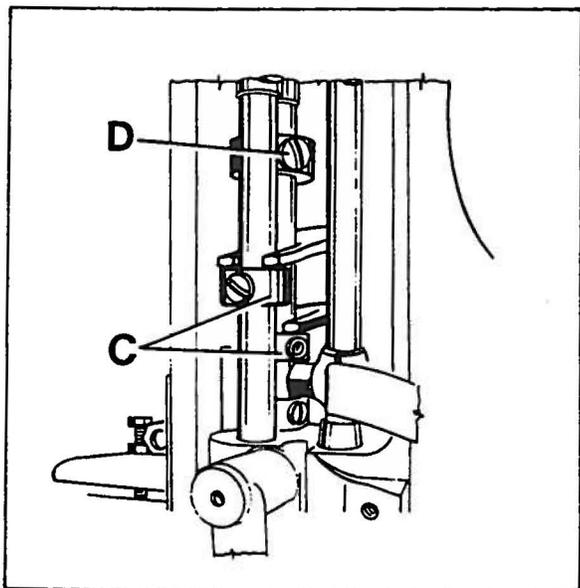

Fig. 23
By relocating the collars (C, Fig. 23) which serve as a leaf spring rest, on the left and right presser bar, the pressure can be changed. Raising the collars increases the pressure, lowering the collars decreases it.
Durch Verstellen der als Blattfederauflage dienenden Stellringe (C, Fig. 23) auf der linken und rechten Drückerfußstange, kann der Druck verändert werden. Verstellen der Stellringe nach oben verstärkt, verstellen nach unten verringert den Druck.
The presser foot lift is limited with the upper stop collar (D, Fig. 23) on the right presser bar. When the needle is in its lowest position and the presser foot is lifted with the presser foot lifter lever, the needle holder should not contact the presser foot. Besides this, the lifted presser foot should not contact the right upper spreader or upper looper moving upwards. Set the stop collar (D) accordingly.
Der Hub des Drückerfußes wird mit dem Anschlag-Stelling (D, Fig. 23) oben auf der rechten Drückerfußstange begrenzt. Wenn die Nadel in der untersten Stellung ist und der Drückerfuß mit dem Drückerfuß-Lifterhebel angehoben wird, darf der Nadelhalter den Drückerfuß nicht berühren. Zudem darf der geliftete Drückerfuß den nach oben gehenden rechten oberen Blindgreifer oder Obergreifer nicht berühren. Stellen Sie den Anschlag-Stelling (D) entsprechend ein.